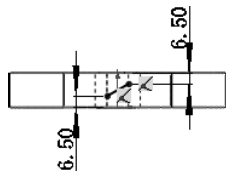

图 6.14.13 草图 3
Step12. 创建如图 6.14.13 所示的草图 3。草图基准面为基准面 1。